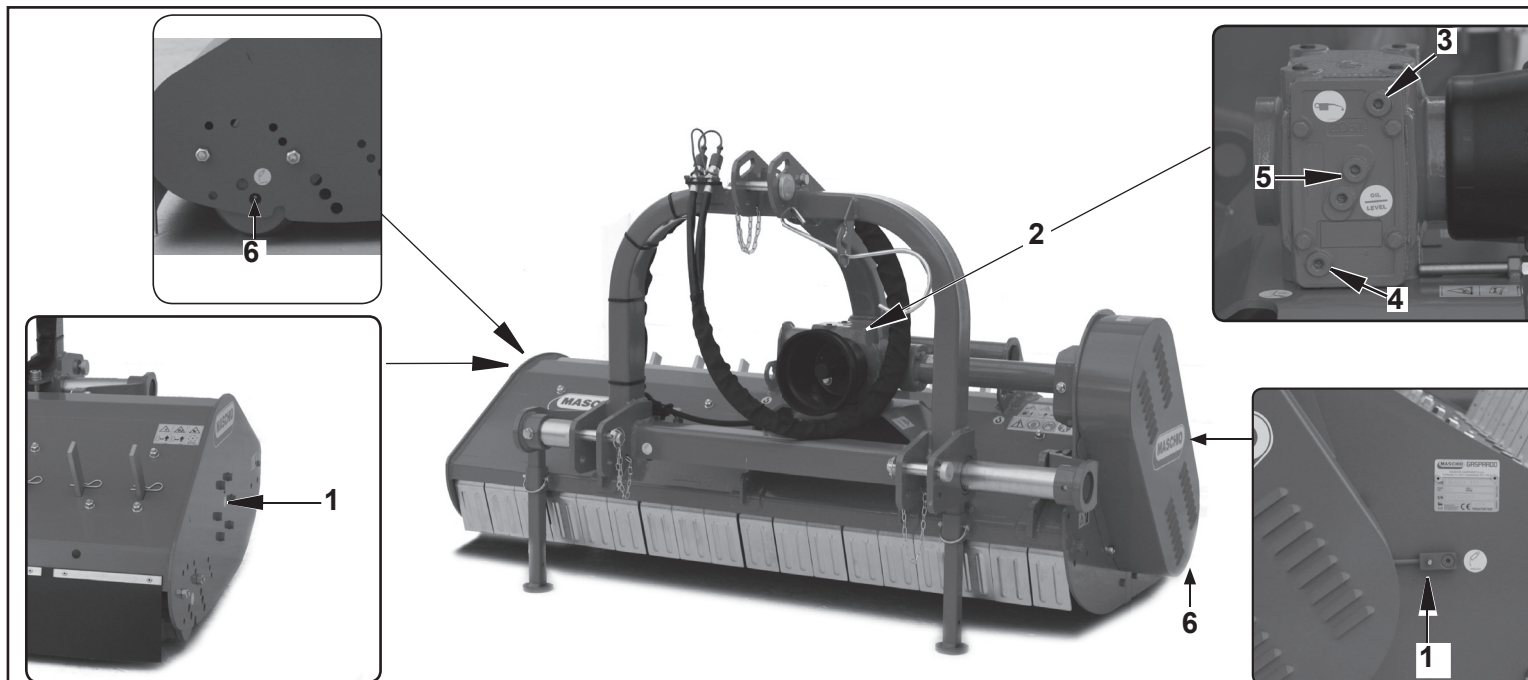

Fig. 37
- Den Ölstand im Übersetzungsgetriebegehäuse prüfen und eventuell bis zum Füllstrich auffüllen (5 Abb. 37).
- Das gesamte Öl des Übersetzungsgetriebes wechseln. Das Öl vollkommen über die Ablassöffnung, die sich auf der Unterseite des Gehäuses befindet, auslaufen lassen (4 Abb. 37).
- Controle el nivel de aceite en la caja del multiplicador, si es necesario, restablézcalo hasta la muesca del nivel (5 Fig. 37).
- Cambie totalmente el aceite del multiplicador, descargándolo por el tapón de descarga que está colocado abajo de la caja del multiplicador (4 Fig. 37).